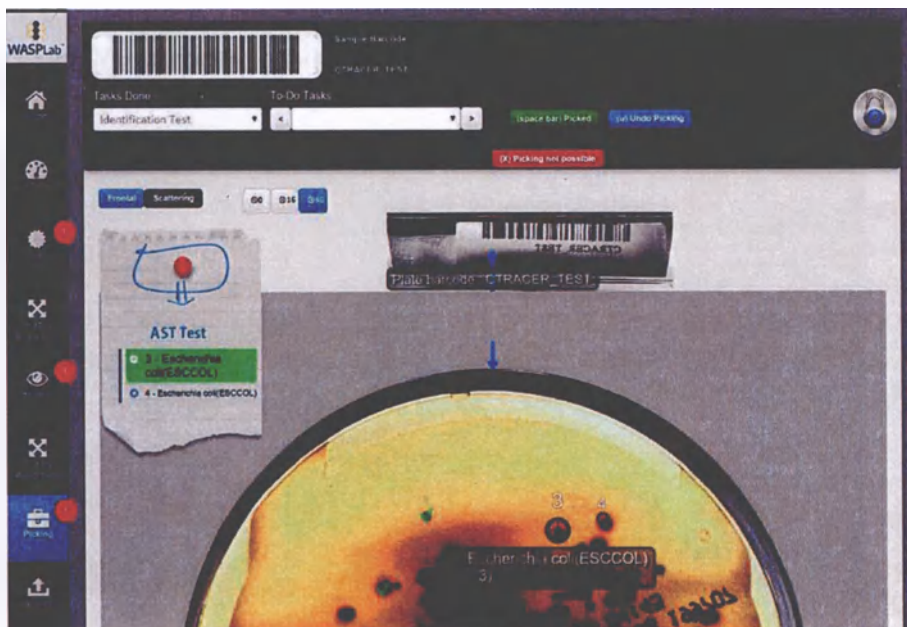

Рисунок 4.35 Задача завершена
- Выбрать первую колонию, которая обведена на странице выделения и показана лазером C-Tracer (Рисунок 4.35).